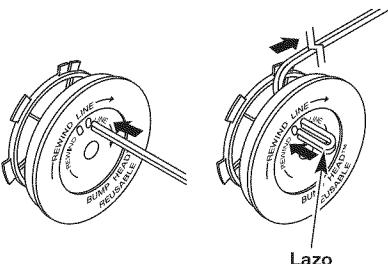

Fig. 19
- Tome aproximadamente 2.7 m (9 pies) de nueva línea de corte. Inserte un extremo de la línea a través de uno de los orificios del carrete interior (Fig. 19). Pase la línea a través del carrete interior hasta que queden sólo 4 pulgadas.
- Inserte el extremo de la línea en el orificio abierto del carrete interior y tire de la línea en forma ajustada a fin de que el lazo sea lo más pequeño posible (Fig. 19).